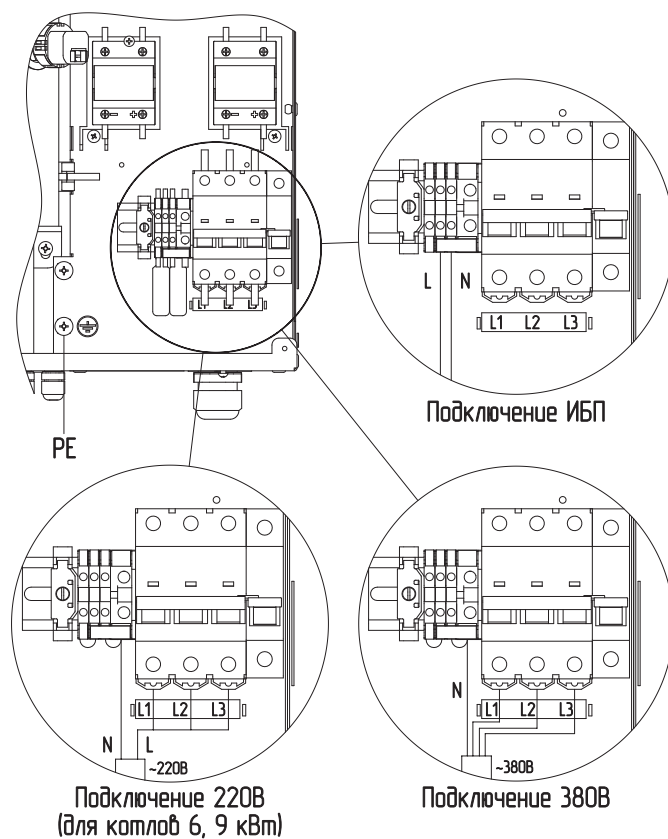
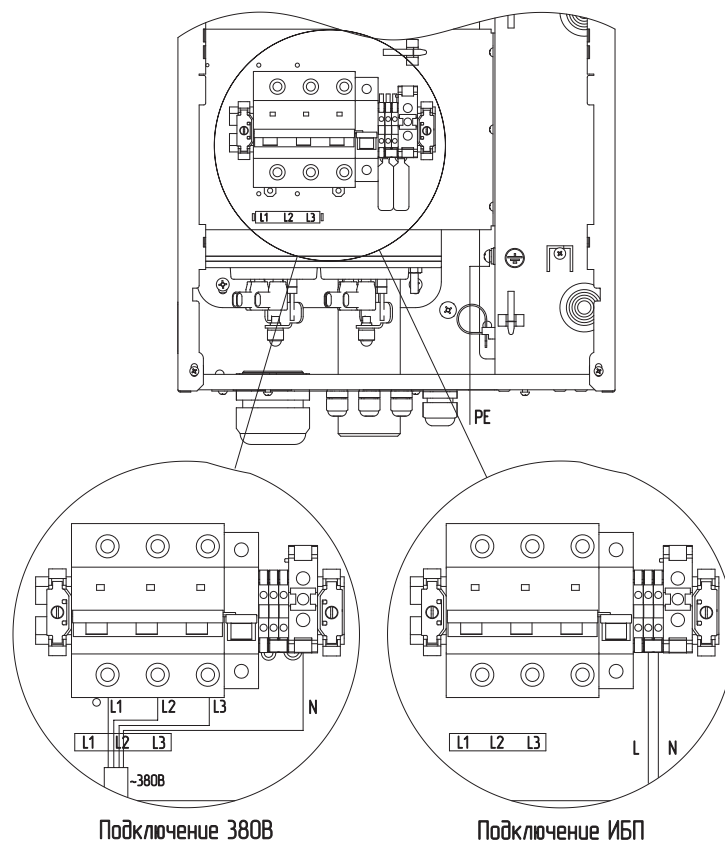
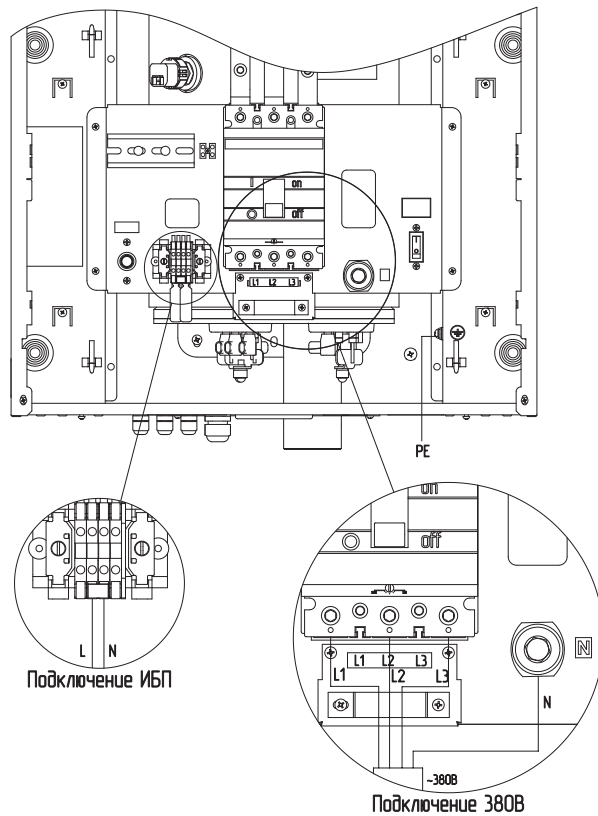
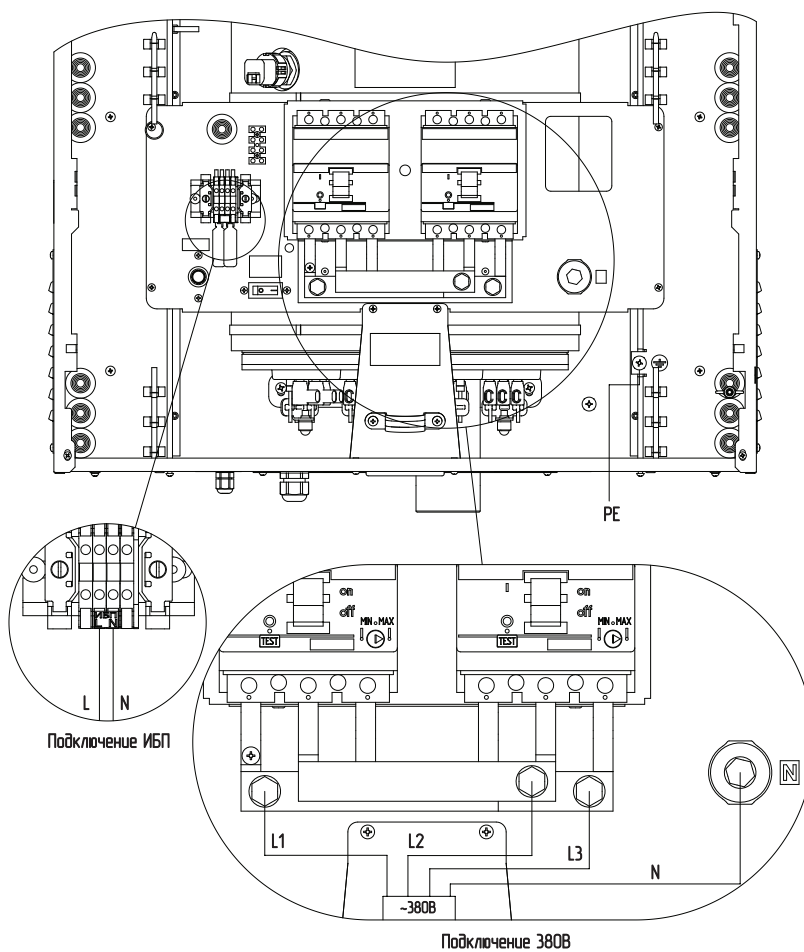

Рис.7 Схема подключения электрического котла ZOTA SOLID-X 6-24 кВт
Рис.8 Схема подключения электрического котла ZOTA SOLID-X 30-60 кВт
Рис.9 Схема подключения электрического котла ZOTA SOLID-X 72-100 кВт
Рис.10 Схема подключения электрического котла ZOTA SOLID-X 133 кВт
- извлечь перемычки (**Рис.7, Рис.8, Рис.9, Рис.10, поз.1;**)
- подключить провода фазы «L» к колодке (**Рис.7, Рис.8, Рис.9, Рис.10, поз.2;**)
- подключить провода нейтрали «N» к колодке (**Рис.7, Рис.8, Рис.9, Рис.10, поз.3.**)